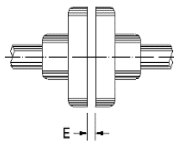

Figura 4.13: Holgura axial del acoplamiento (E)
Alinear cuidadosamente las puntas de eje y, siempre que sea posible, usar acoplamiento flexible, dejando una holgura (E) mínima de 3 mm entre los acoplamientos, conforme es mostrado en la Figura 4.13.